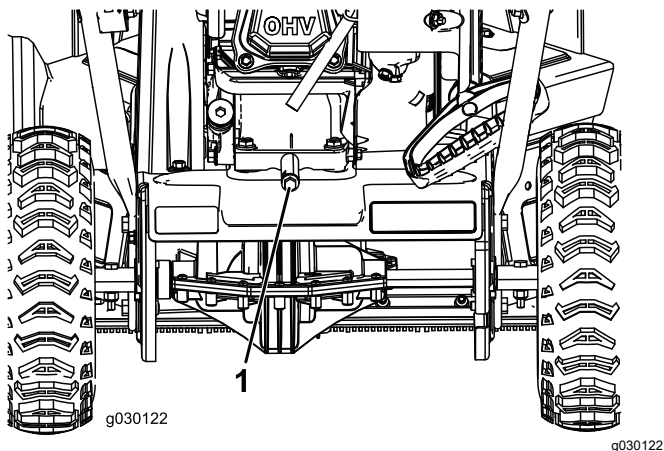

Figure 18
2. Placez un bac de vidange sous le bouchon de vidange et retirez le bouchon; basculez la machine en arrière et vidangez l'huile usagée dans le bac de vidange (Figure 18).